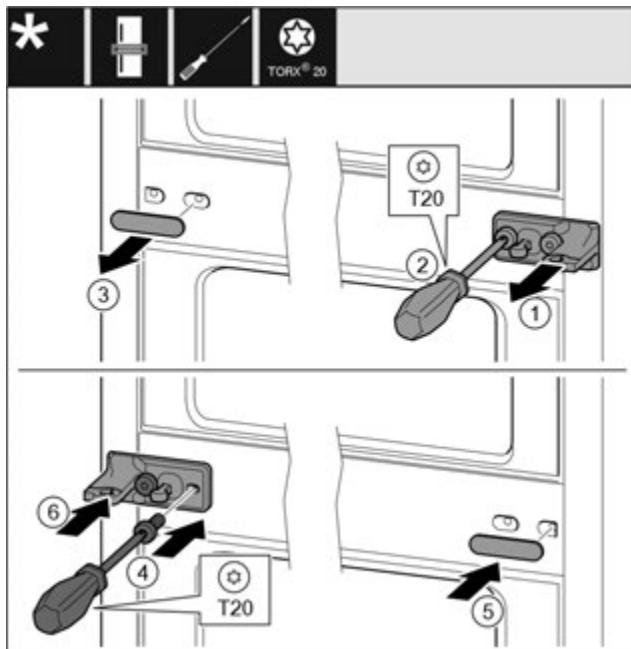

Fig. 33
- Зніміть перстину. Fig. 33 (1)
- Викрутіть гвинти за допомогою викрутки T20. Fig. 33 (2)
- Обережно зніміть кришку. Fig. 33 (3)
- Опорний кронштейн із пілкою, повернути на 180°, закріпіть гвинтами з іншого боку. Fig. 33 (4)
- Кришку, яка повернута на 180°, розмістіть з іншого боку. Fig. 33 (5)
- Встановіть перстину спереду. Fig. 33 (6)